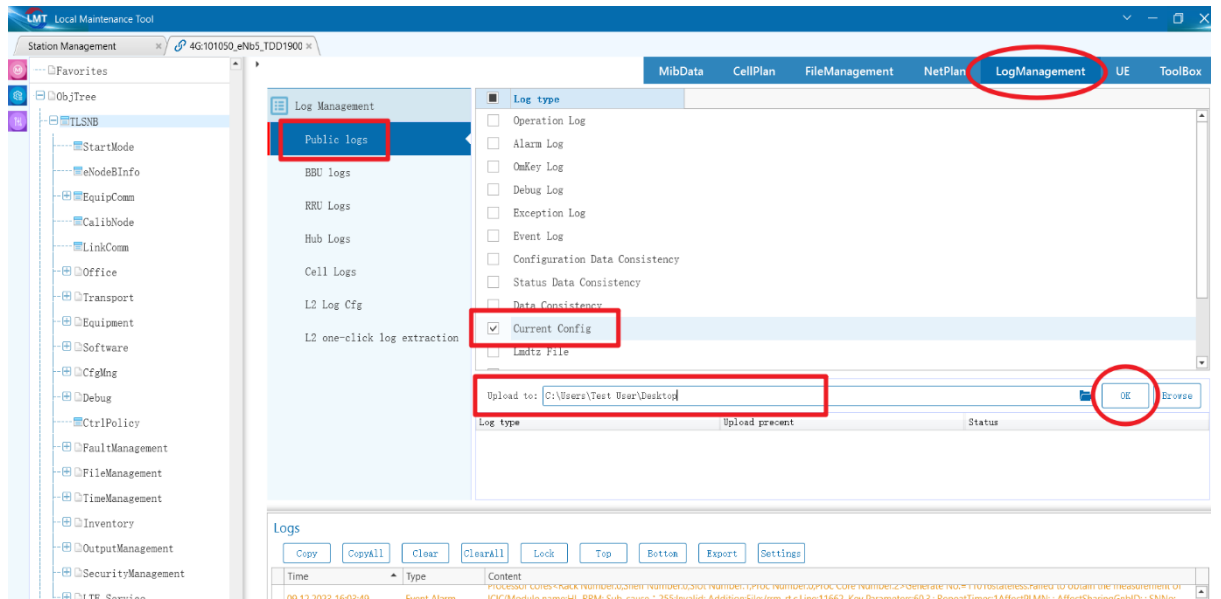

Рис. 2 – ПО БС страница «LogManagement»
- II. В открывшемся окне перейти во вкладку «LogManagement» (Рис. 2)